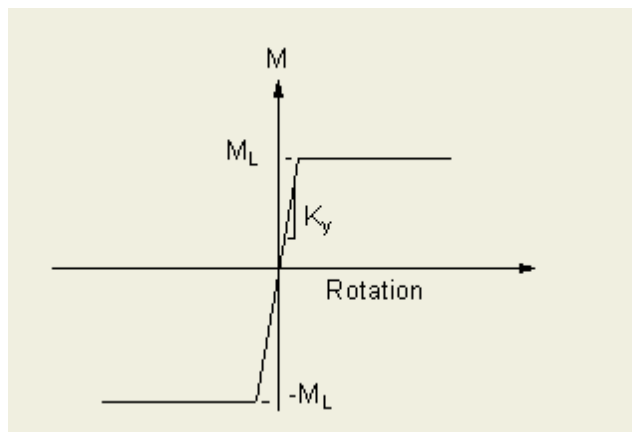

Figura 2 – Modelo de relação $M-\Theta$ a ser adotado para o comportamento da ligação.
- Ligações semi-rígidas: coeficiente de rigidez à flexão da ligação $0 < K < \text{infinito}$ (ver figura 2);
Outro resultado de simulação que se apresentará é, à partir da adoção de um modelo para a ligação, similar ao comportamento elasto-plástico ideal, como mostra a figura 2, altera-se os valores do coeficiente de rigidez da ligação K e o valor do momento para o qual ocorre o "escoamento" da ligação (ou seja, a resistência última aplicável da ligação).